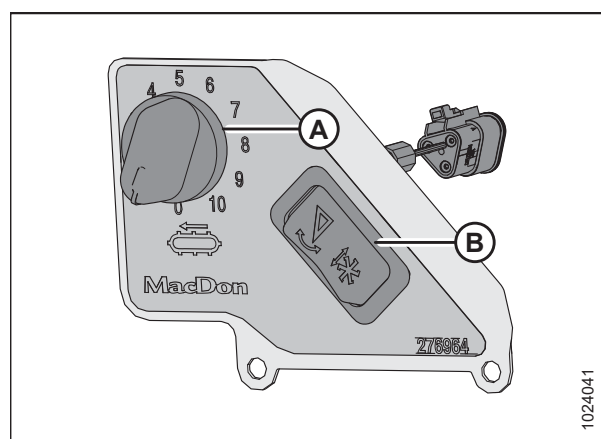

Figure 3.204: Commande de vitesse des tapis latéraux en cabine
Le commutateur (B) de la figure 3.204, page 179 permet à l'opérateur de basculer entre les commandes d'inclinaison de la plateforme et d'inclinaison avant-arrière du rabatteur. Pour obtenir des instructions sur les commandes, consultez Réglage de l'angle de la plateforme à partir de la moissonneuse-batteuse, page 150.